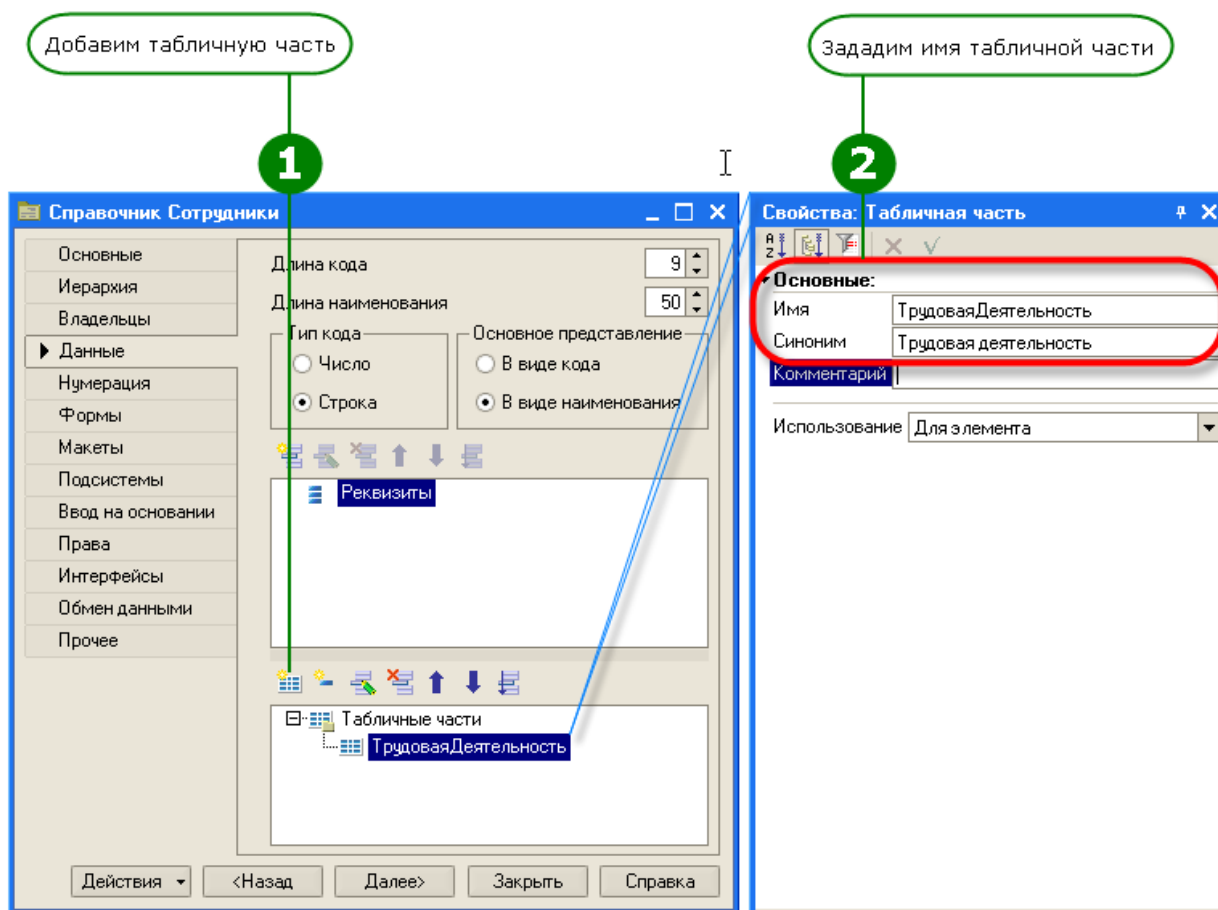

Рис. 13. Добавим в справочник «Сотрудники» новую табличную часть и зададим ее имя...
2. На закладке Данные задайте длину кода – 9, тип кода – Строка, длину наименования справочника равной 50 символам и добавьте в справочник новую табличную часть с именем ТрудоваяДеятельность (рис. 13):